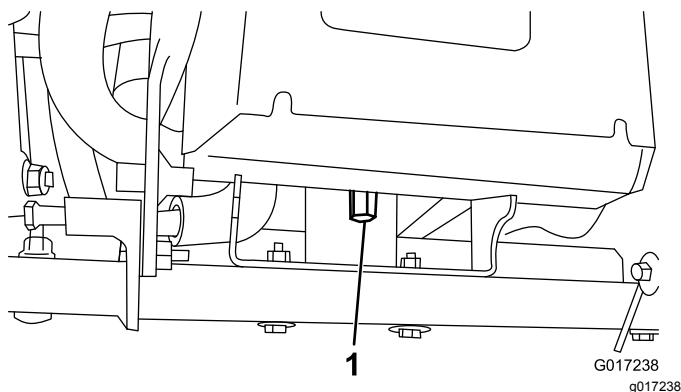

Figure 11
4. Retirez le grand écrou qui fixe l'arrière du socle de la batterie au cadre de la machine (Figure 11).